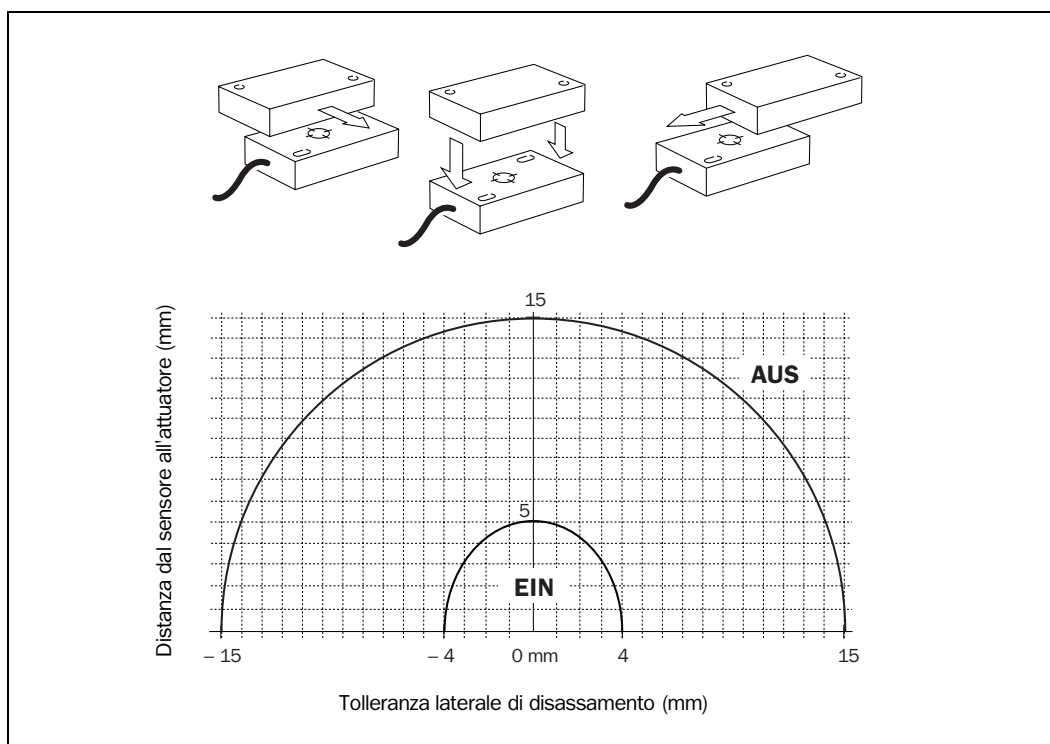

Fig. 1: posizioni possibili di funzionamento, tolleranza massima di spostamento nel montaggio su materiali non ferromagnetici, punto di spegnimento
- Osservate le posizioni possibili di funzionamento nella Fig. 1.